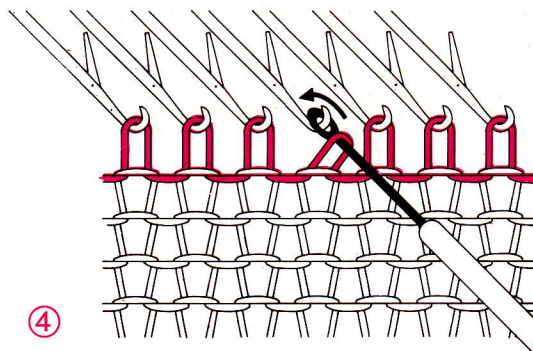

Fig. 197
- Retirer avec précaution le remailleur et, avec le poinçon, accrocher cette maille sur l'aiguille vide (fig. 197).